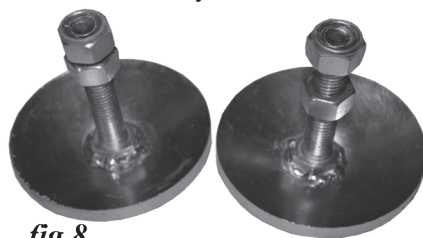
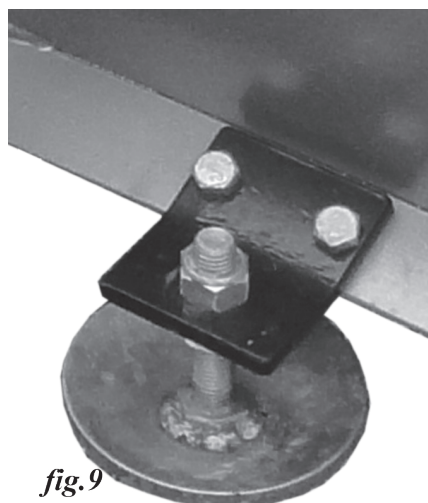

fig.8
fig.9
5. Si ce n'est déjà fait, visez un écrou M18 sur l'arbre de chaque patin (fig.8). En supposant que l'ensemble de lame est maintenue dans un position verticale, insérer les patins par le bas dans le support déjà attaché à la lame. Et tenir en place avec un écrou Nylock, voir (fig.9). Installer temporairement le patin pour qu'il soutienne la lame a environ 1 cm (1/2 pouce) au-dessus du sol. Ceci serait la hauteur normale de la surfaces pavées, mais vous pouvez faire varier la hauteur en fonction des conditions.